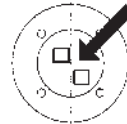

Fig. 2
Nullpunkt mit Potentiometer, weiss verlackt (Fig. 2)
Steilheit mit Potentiometer, rot verlackt (Fig. 2), +/- 10% des effektiven Ausgangssignals kann bei entsprechender Druckbeaufschlagung verstellt werden.
- Mit Nullpunkt-Potentiometer (weiss verlackt, Fig. 2) Nullpunkt-Ausgangssignal einstellen.
- Gewünschten oberen Druck anlegen und mit Steilheitspotentiometer (rot verlackt, Fig. 2) Ausgangssignal einstellen.